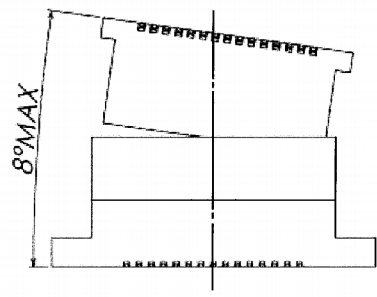
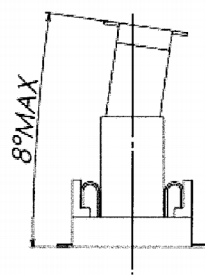

図1/ Fig.1
図2/ Fig.2
- ・誘い込み時の角度は図1～図2になりますので、記載角度以下で位置決めをして下さい。
/Figure 1 and 2 show guiding angle. Please locate it below the described angle.